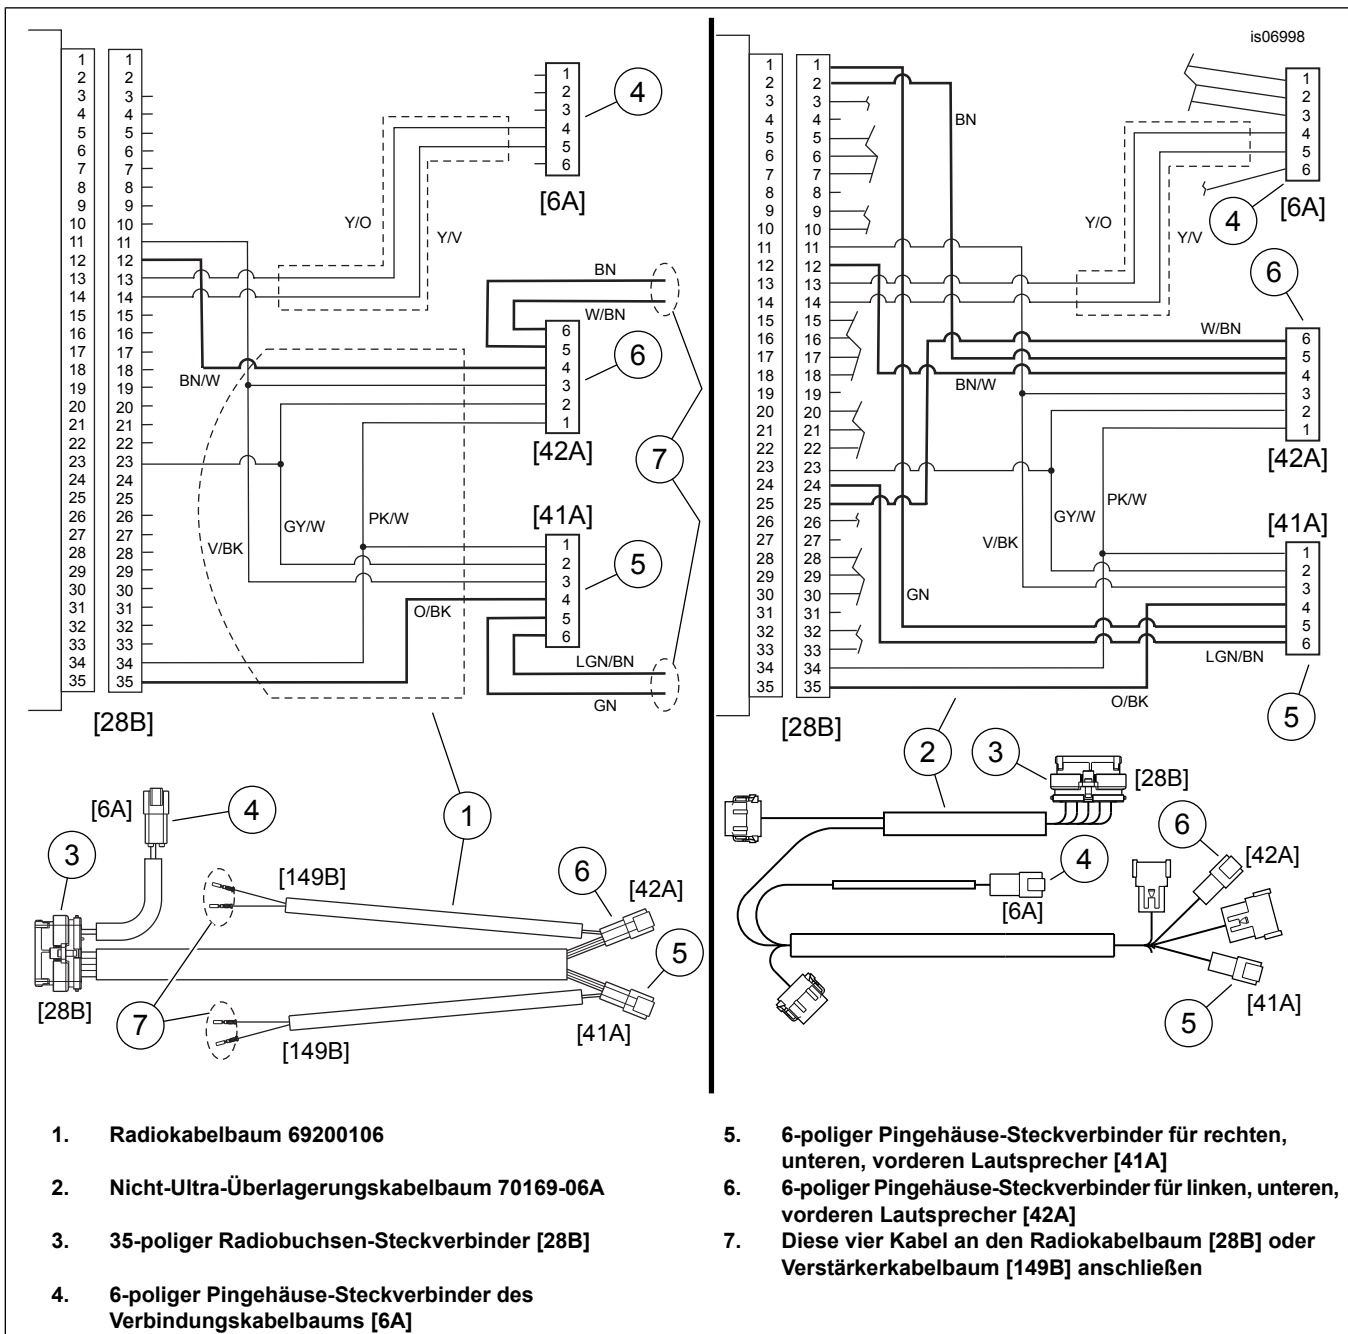

Abbildung 2. Radiokabelbaum/Nicht-Ultra-Überlagerungskabelbaum – Stromlaufplan
1. Siehe Abbildung 2. Sofern noch nicht gemacht, das 35-polige Buchsengehäuse [28B] (3) des Radiokabelbaums (1) oder des Nicht-Ultra-Überlagerungskabelbaums (2) an der Rückseite des Radios anschließen. Das 6-polige Pingehäuse [6A] (4) an den Fahrzeug-Verbindungskabelbaum anschließen. Mit Kabelbindern befestigen.